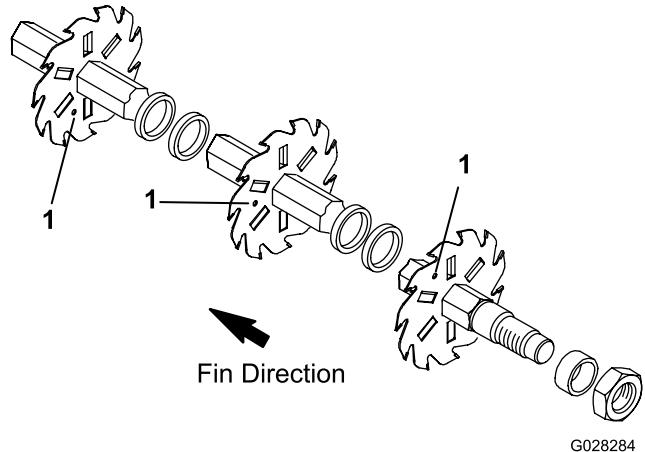

図 5
3. 次のブレードは左回りにシャフトの一面分ずらして合印が面1つ分ずれるように取り付ける図 5。この手順を繰り返して、全部のブレードとスペーサを組み付ける。